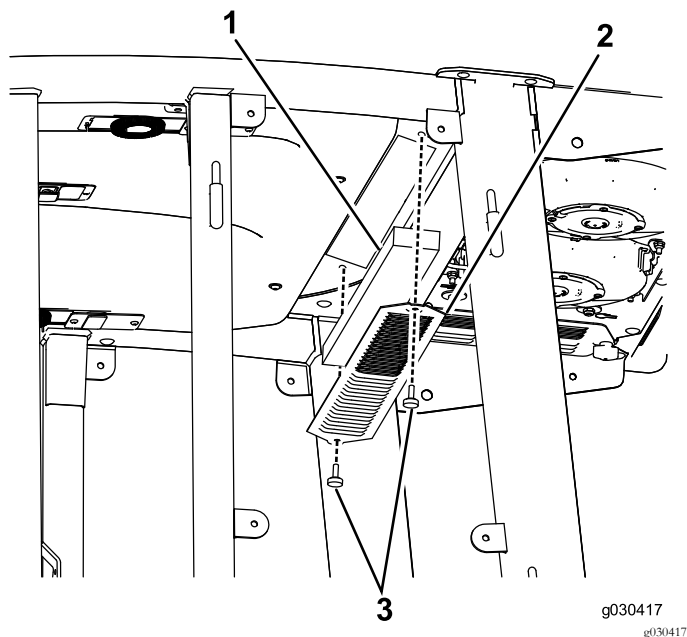

Figura 59
1. Remova os parafusos de aperto manual e as grelhas dos filtros de ar interior e traseiro da cabina (**Figura 59**).